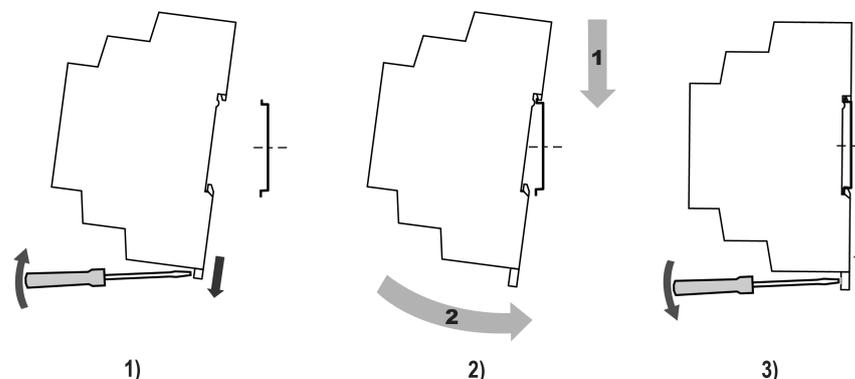

Рисунок 4.1 – Установка прибора
2. Установить прибор на DIN-рейку в соответствии с направлением стрелки 1 (рисунок 4.1, 2);
3. Вставив отвертку в проушину, оттянуть защелку рисунок 4.1, 1).
4. Прижать прибор к DIN-рейке в направлении, показанном стрелкой 2. Зафиксировать защелку (см. рисунок 4.1, 3).